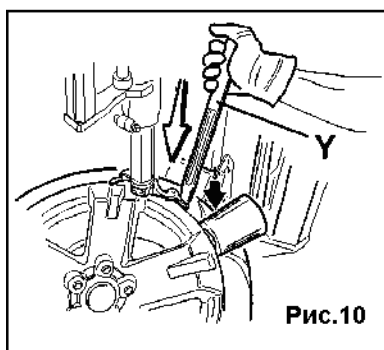
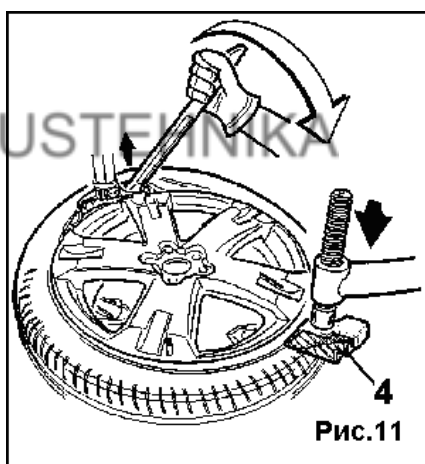

Рис.10
Рис.11
Установите ролик (Рис. 10) справа от демонтируемой головки стенда и напротив прижимной головки (4), Рис. 11, таким образом, чтобы они слегка прижимали шину вниз для того, чтобы упростить отрыв борта монтажной лопаткой Y.
Поставьте прижимную головку (4) (Рис. 11) с противоположной стороны от демонтируемой лопатки Y, чтобы легче было ей оперировать при установке верхнего борта крышки над демонтируемой головкой стенда.